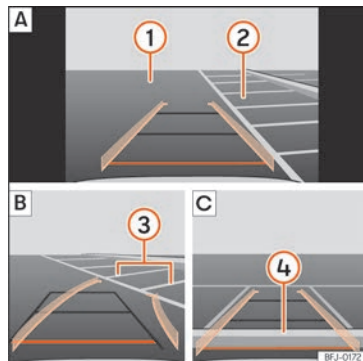

Fig. 207 Visualización en la pantalla del sistema de infotainment: aparcar con el asistente de marcha atrás.
Legenda de la **fig. 207**:
- Sitúe el vehículo delante del hueco de aparcamiento »» fig. 207 ② | A.
- Retroceda girando el volante de manera que las líneas amarillas se introduzcan en el hueco de aparcamiento. Las líneas verdes y amarillas tienen que coincidir con las líneas de delimitación laterales ③ | B.
- Detenga el vehículo cuando la línea roja haya alcanzado la delimitación trasera ④ | C.